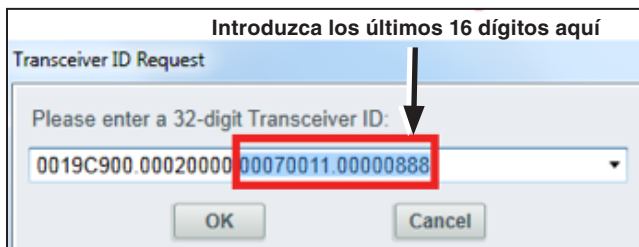

Figura 11. Ingrese los últimos 16 dígitos en el cuadro de diálogo de ID del Transceptor.
- (b) Después, aparecerá un cuadro de diálogo de Solicitud de ID del Transceptor. Ingrese el ID del Transceptor del reconectador TripSaver II conectado, y haga clic en el botón **OK** para conectar. Los primeros 16 dígitos del ID son prescritos, por lo tanto solo se deben de escribir los últimos 16 dígitos. Vea la Figura 11.